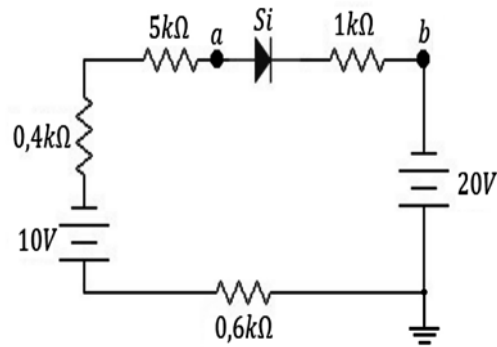

Figura 2.45 Circuito DC con diodos. Fuente: Elaboración propia
i) Hallar V_{ab} en la figura 2.45.